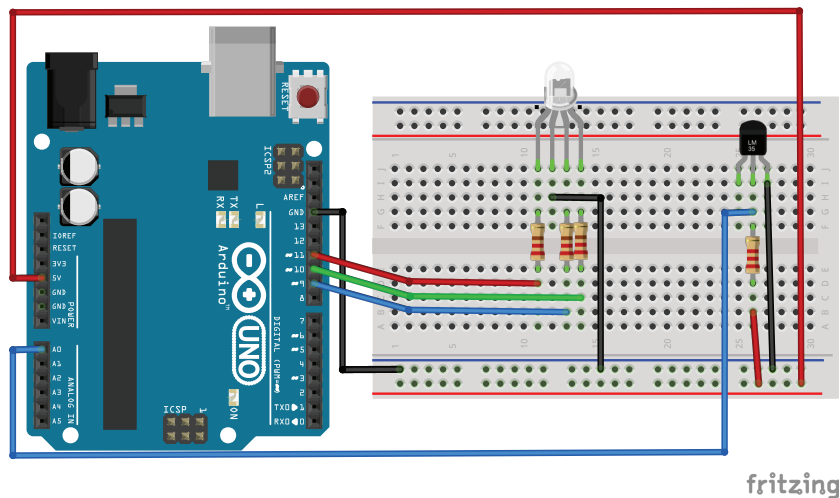

Рис. 14.1. Схема подключения датчика температуры и RGB-светодиода к Arduino
LM335 – это недорогой температурный чувствительный элемент с диапазоном от  $-40^{\circ}\text{C}$  до  $+100^{\circ}\text{C}$  и точностью в  $1^{\circ}\text{C}$ . По принципу действия датчик LM335 представляет собой стабилитрон, у которого напряжение стабилизации зависит от температуры. При повышении температуры на один градус Кельвина напряжение стабилизации увеличивается на 10 милливольт. Для измерения температуры используются 2 вывода, третий нужен для калибровки датчика. В качестве примера использования датчика LM335 создадим индикатор температуры окружающей среды на RGB-светодиоде. Схема подключения показана на рис. 14.1.
1. Подключаем датчик LM335 и RGB-светодиод по схеме на рис. 14.1.